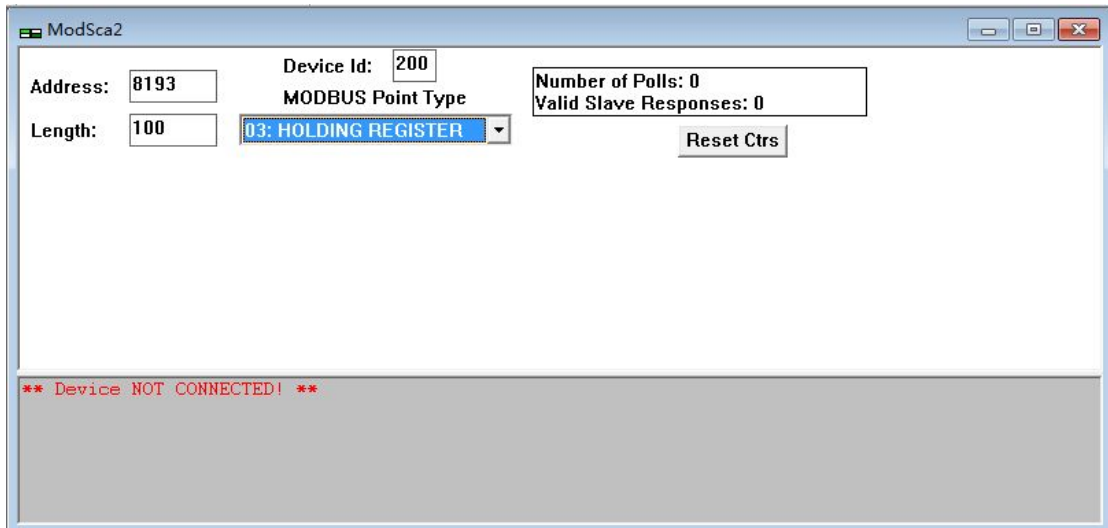

图 2-3-2
2、更改参数设置，“Address”为所要读取的保持寄存器地址 8193，“Device Id”为模块设备地址 200（十进制），“Length”为读取的寄存器数量 100（最多可以访问 100 个数据空间）。如图 2-3-2 所示。